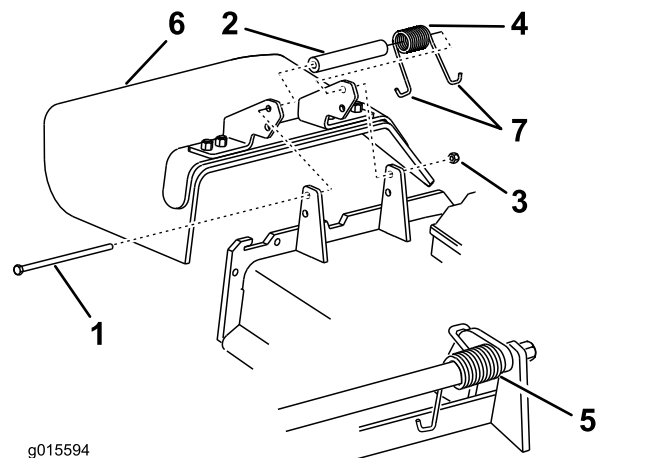

Bild 91
1. Entfernen Sie die Sicherungsmutter, Schraube, Feder und das Distanzstück, mit denen das Ablenkblech an den Schwenkhalterungen befestigt ist (Bild 91).
2. Entfernen Sie defekte oder abgenutzte Ablenkbleche (Bild 91).
- Hinweis:** Achten Sie darauf, dass ein J-förmiges Federende hinter der Mähwerkkante befestigt ist, bevor Sie die Schraube einsetzen, wie in Bild 91 abgebildet.
6. Führen Sie das J-förmige Hakenende der Feder um das Ablenkblech (Bild 91).